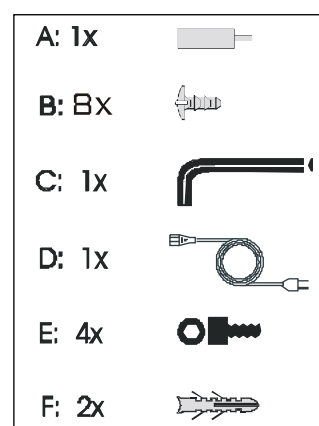

Abbildung 2
- In dem Beipack befinden sich die erforderlichen Befestigungsmittel. (Siehe Abb. 2).
- Befestigungsmittel (Siehe Abbildung 2)